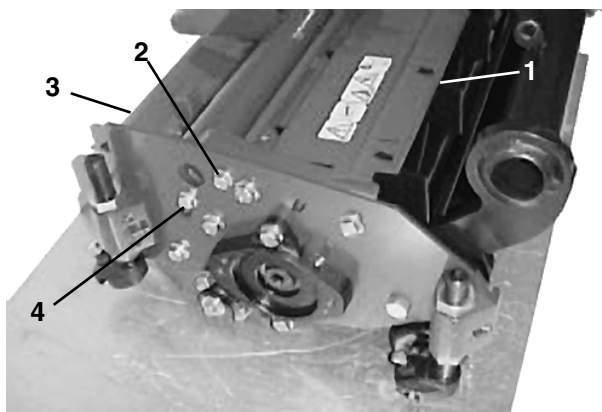

Figure 1
1. Pour ouvrir le déflecteur arrière (Fig. 1), desserrez la vis à tête-embase qui le fixe à la plaque latérale gauche. Tournez le déflecteur en position ouverte, puis resserrez la vis à tête.